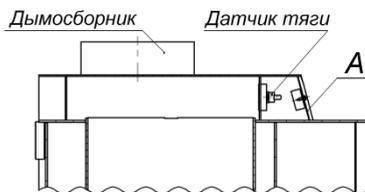

Рисунок 4. Датчик тяги.
**5.5.** Датчик по перегреву (датчик тяги) установлен в переднем отсеке дымосборника (см. рис. 4), за съёмной панелью А.